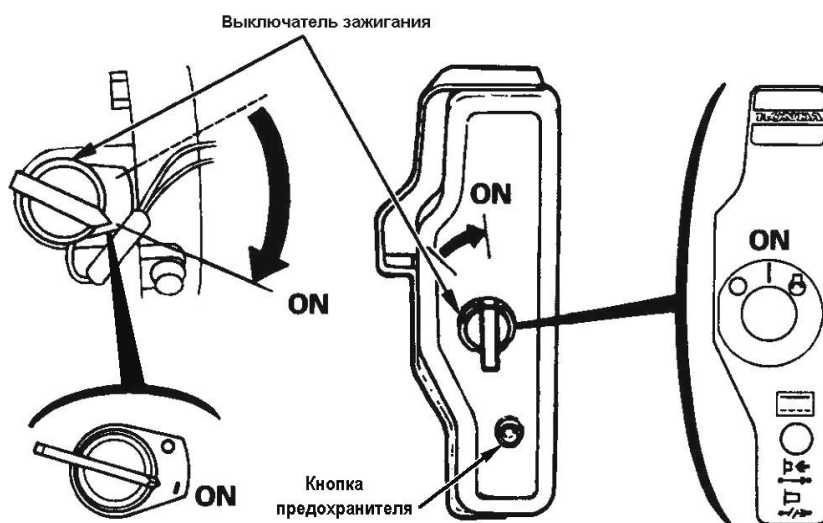

Рисунок 6 – Выключатель зажигания в положении "ON" ("Включено")
зеленого цвета внутри предохранителя указывает на срабатывание предохранителя и прерывание цепи заряда. Если это произошло, определите причину прерывания и устраните ее до повторного включения. Для повторного включения следует нажать на кнопку предохранителя (см. рисунок 6).
- установите выключатель зажигания в положение "ON" ("Включено") (рисунок 6);